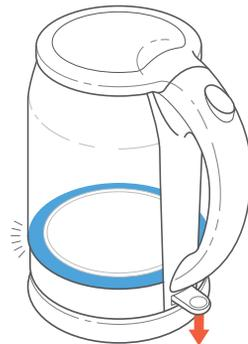

Figure 1.3
5. Appuyez sur **l'interrupteur Marche/ Arrêt**. Le témoin lumineux bleu s'allume. [Figure 1.3]